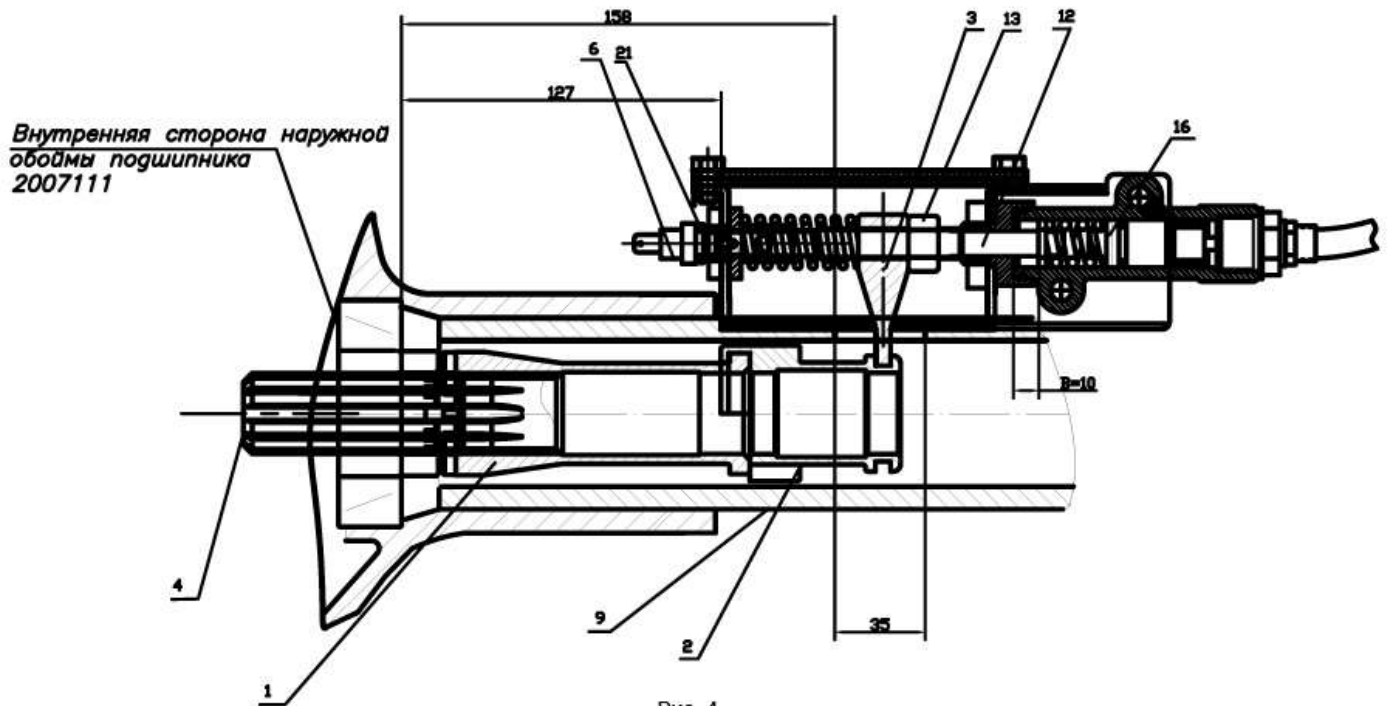

Рис. 4.
5.1. Вставьте полуось 4 в правый чулок моста 9 как показано на рис. 4.
До установки привода включения произведите регулировку рабочего хода штока 12. Для обеспечения рабочего хода  $B=10\text{мм}$  необходимо подобрать необходимую толщину прокладок 16 рис. 4. Момент включения сигнализатора 6 отрегулируйте прокладками 21. Добейтесь полного зацепления в шлицах подвижной муфты 1 и дифференциала, вращая шток 12 относительно рычага 3, законтрите рычаг гайкой 13. При правильной регулировке ход рычага включения блокировки должен составлять 10мм. На полностью отрегулированный механизм включения блокировки устанавливают шланг привода. Крышка привода устанавливается на герметик для предотвращения попадания влаги.